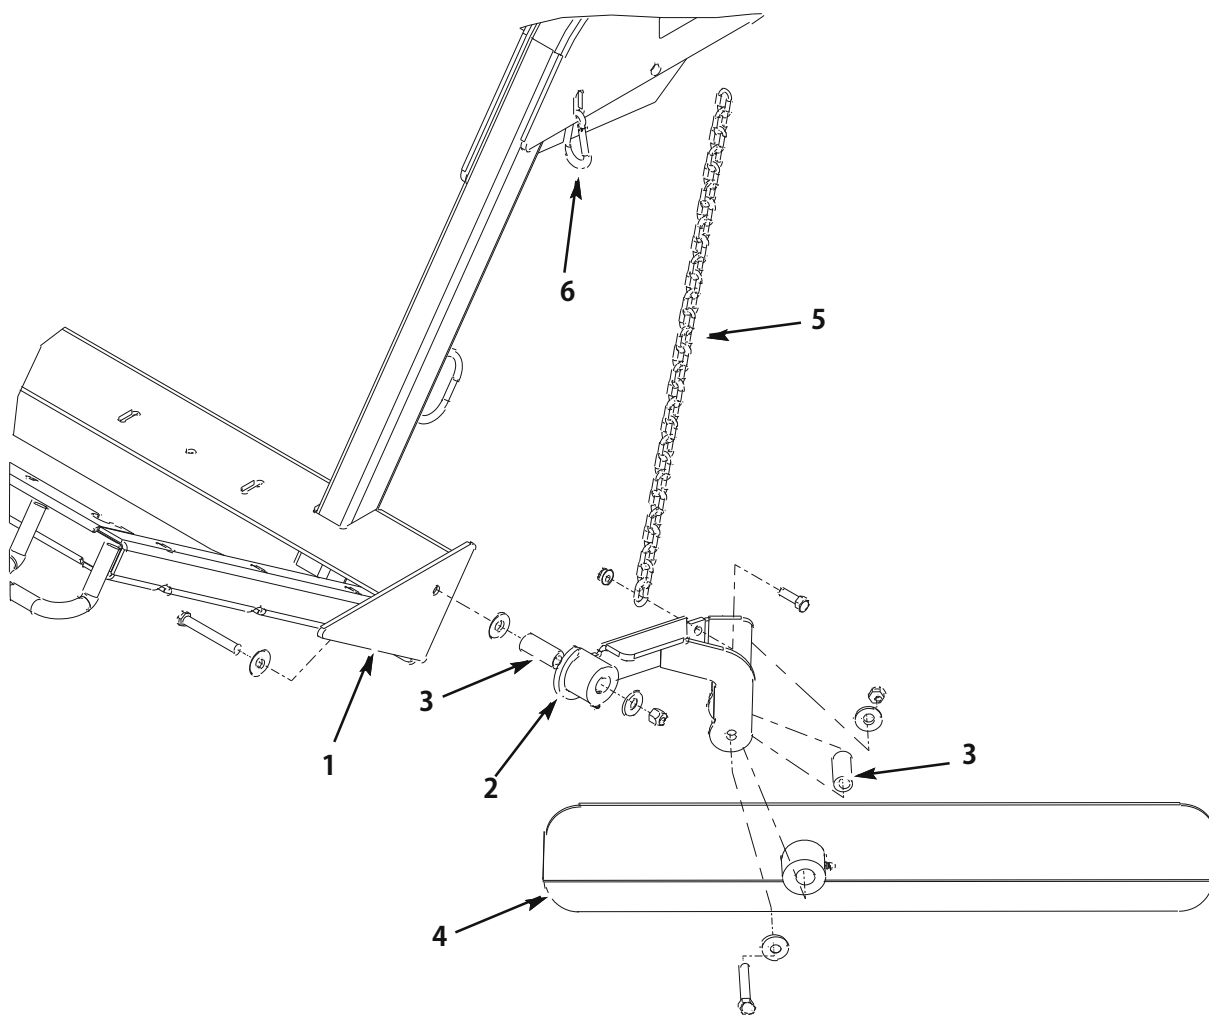

図27
1. ブレード取り付けアセンブリを、スイーパーのフレームの左端部に取り付ける (7/16 x 3-14"キャップスクリュー, 平ワッシャ3枚, スペーサ, ロックナットを使用)。各部が図27 のようになる。
2. 畝寄せブレードを、取り付けアセンブリに取り付ける (7/16 x 3-14"キャップスクリュー, 平ワッシャ2枚, スペーサ, ロックナットを使用)。各部材を図27のように取り付け。ブレードの長い側がスイーパーから遠くなるように取り付けること。
4. スナップ・リンクを使って、チェーンのもう一方の端をフレームのスロットに固定する (図27)。チェーンに多少のたるみを持たせること。